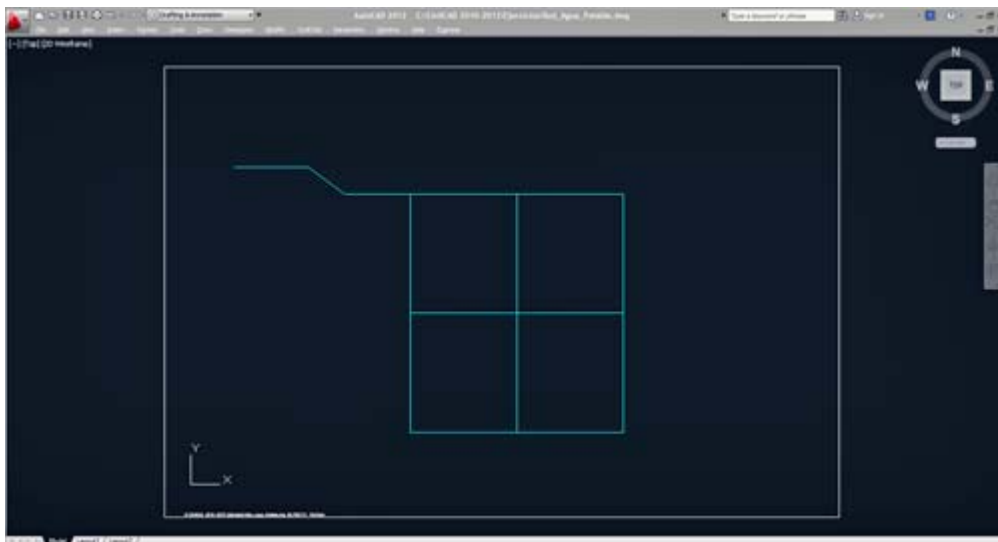

Fig. 2 Red hidráulica propuesta
2. Active el comando **LINE** (LINEA) de AutoCAD para dibujar la red de distribución. Puede dibujar cualquier tipo de red, pero para el presente ejercicio se propone una red simple como la siguiente (Fig. 2):